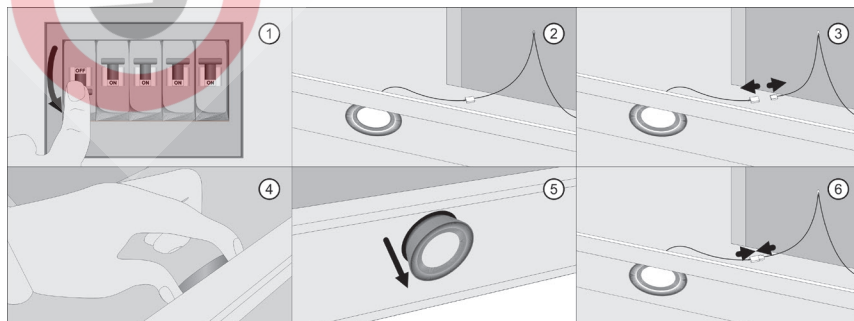

Рис. 15 Замена ламп освещения
Перед заменой ламп следует отключить изделие от сети питания. (Рис. 15. 1)
1. Извлечь жировой алюминиевый фильтр; (Рис. 15. 2)
тания лампы, нажав на фиксатор на нем; (Рис. 15. 3)
3. Изнутри вытяжки нащупать две фиксирующие пластины лампы, сжать их пальцами и вытолкнуть лампу вниз; (Рис. 15. 4, 5)
4. Установить новую лампу того же типа и характеристик (12 В, 1,5 Вт), и последовательно подключить к питанию. (Рис. 15. 6)